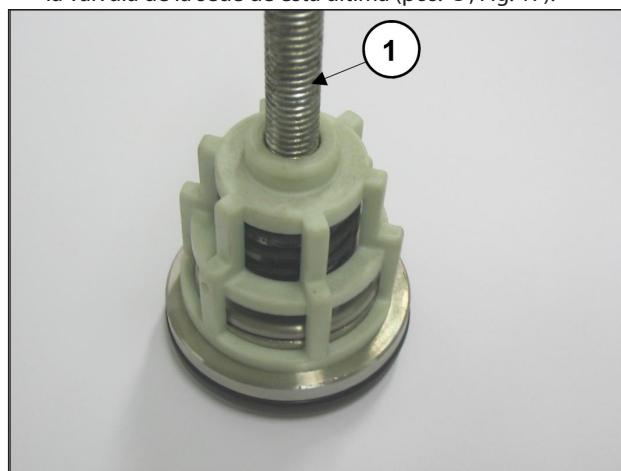

Fig. 17
- Desmontar los grupos de válvula de aspiración y envío atornillando un tornillo M10 lo suficientemente larga de modo de poder actuar sobre el platillo y extraer la guía de la válvula de la sede de esta última (pos. ④, Fig. 17).